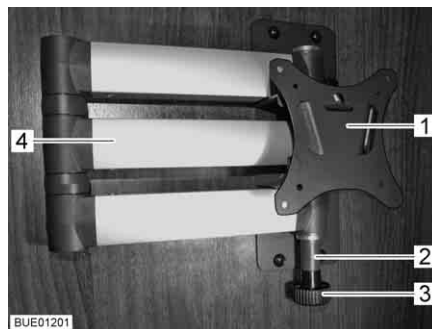

Bild 55 Fäste med ledad arm
- Dra i låsknappen (Bild 55,3). Den ledade armen (Bild 55,4) är upplåst.
- Vrid tillbaka den platta bildskärmen till utgångsläget, tills fästet (Bild 55,1) hakar fast i låset (Bild 55,2).